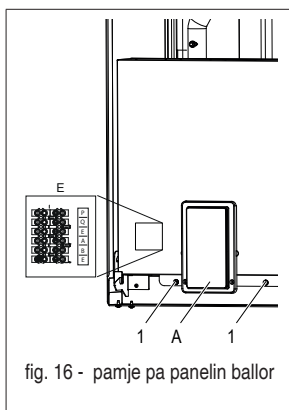

fig. 16 - pamje pa panelin ballor
- zhvidhosni dy vidat (pj. 1 - fig. 16) nën kutinë elektrike
A Paneli i ekranit dhe tastiera (fig. 16)
Morseteria (pj. B fig. 16) ndodhet në anën e majtë të kutisë elektrike të kaldajës. Morseteria është e llojit mashkull-femër. Në anën e morseterisë ndodhet një etiketë identifikuese e 6 morsetave të disponueshme.